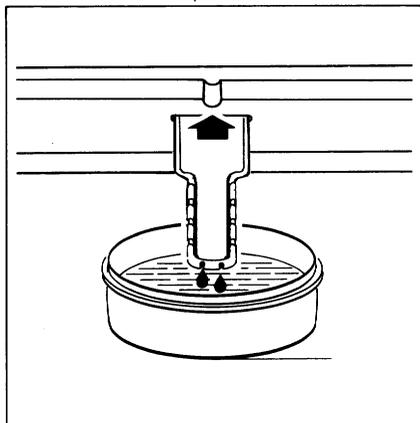

Fig. 16
- Inserire nell'apposita sede sotto il convogliatore dell'acqua di sbrinamento la paletta raschiabrina e porre al disotto una bacinella di raccolta (**Fig. 16**).